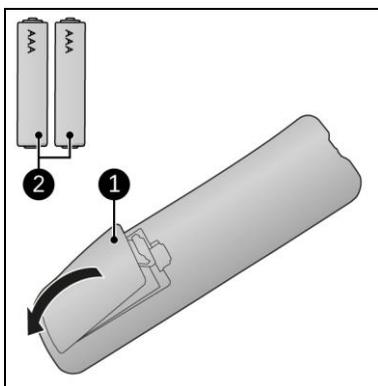

Figura 17
1. Scoateți capacul (Figura 17, poz. 1).
3. Introduceți două baterii (AAA 1,5V) (Figura 17, poz. 2) așa cum este indicat în compartimentul pentru baterii. Asigurați-vă că poziționați corect bateriile.